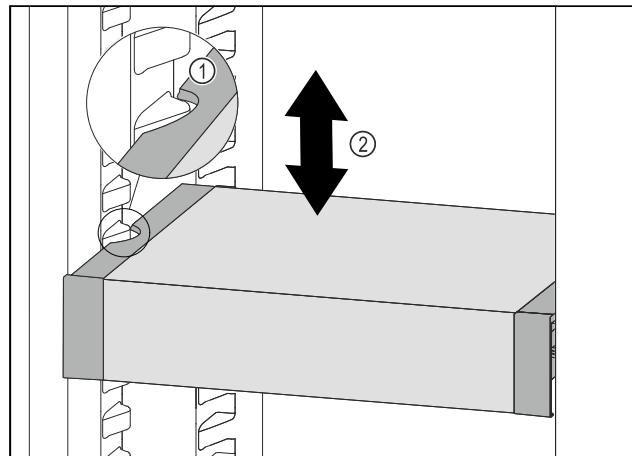

Fig. 98
- Издегнете VarioSafe напред, докато страницните прорези на VarioSafe се намират на височината на реброто на съда в хладилната част. Fig. 98 (1)
- Преместете VarioSafe нагоре или надолу в хладилната част, докато се достигне желаната височина. Fig. 98 (2)